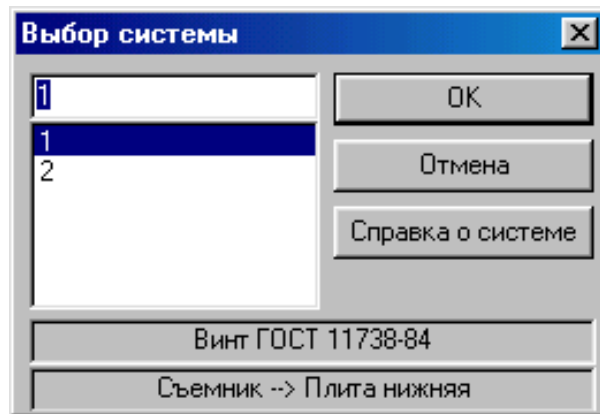

Рисунок 1.135 – Вікно списку вибору системи кріплення
– після активації команди “Розріз отворів кріплення” на екрані з’являється список систем кріплення (рис. 1.135), спроектованих для даної деталі. Вибирається зі списку система кріплення для показу на розрізі. Фантом обраного елемента встановлюється на потрібній висоті на розрізі головного виду. Це робиться так само, як при виконанні команди “Розріз головного виду”.